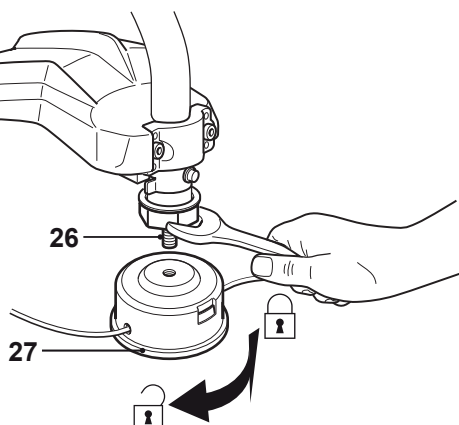

Fig. 8
- > Visser la tête nylon [27] sur l'arbre [26] dans le sens inverse des aiguilles d'une montre (Fig.8). Utiliser une Clé (non fournie) pour serrer l'arbre.